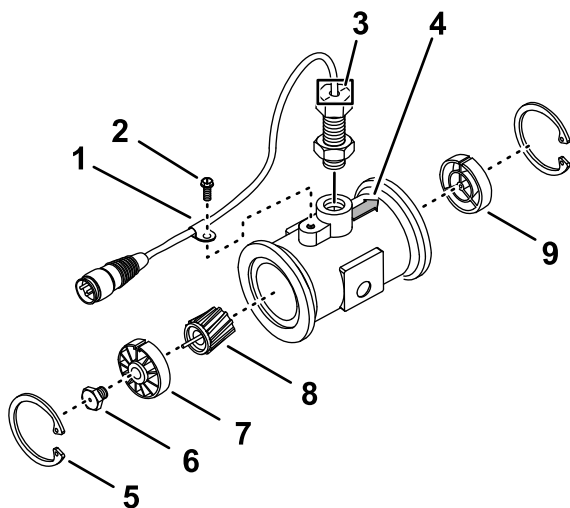

Bild 206
- Entfernen Sie den Haltering an der vorgeschalteten Seite (Bild 206).
- Installieren Sie den Sensor, bis er den Boden des Gehäuses leicht berührt, und ziehen Sie ihn dann wieder heraus, bis die Ausrichtungsmarkierungen parallel zum Strömungspfeil des Flanschgehäuses verlaufen (Bild 206).